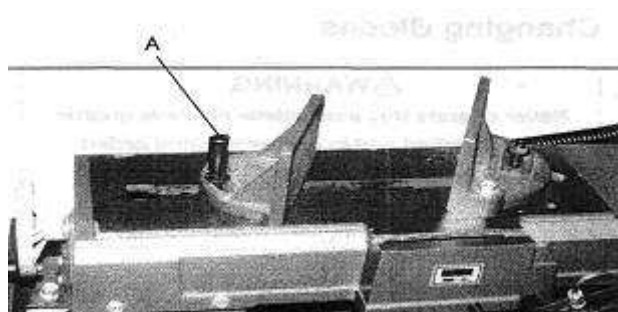

Fig.8
2. Placez l'étau et refaites l'installation selon l'illustration de la fig. 8. Faites particulièrement attention à l'emplacement du trou du boulon.
4. Ajustez l'étau mobile parallèlement à l'étau fixe en desserrant le boulon (A, fig. 8), faites un réglage parallèle et serrez le boulon.